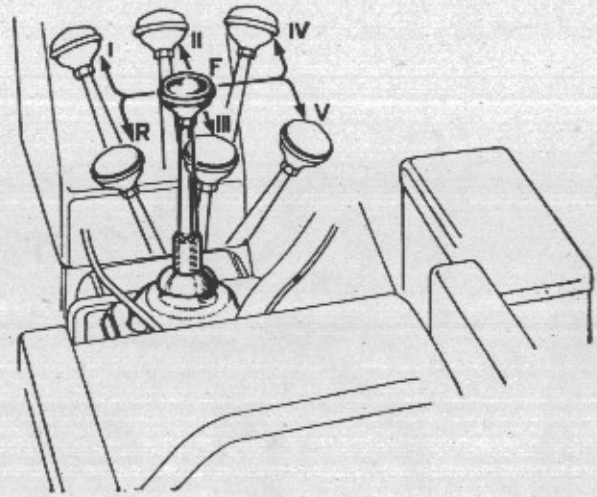

Fig. 20
- 13) **Leva cambio di velocità:** la posizione delle diverse marce è indicata sul pomello della leva ed è illustrata nella fig. 20.